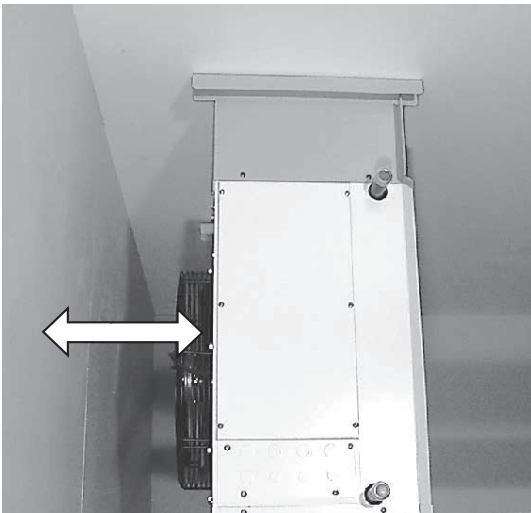

Bild 18
3. Den Lufterhitzer mit Deckenkonsolen an der Decke montieren (s. Bild 18 und 19).
4. Mindestabstand von der Hinterkante des Lufterhitzers zur Wand (s. Bild 18) ist am AW 12 und AW 22 200 mm. Am AW 42 und AW 62 beträgt der Mindestabstand 270 mm.